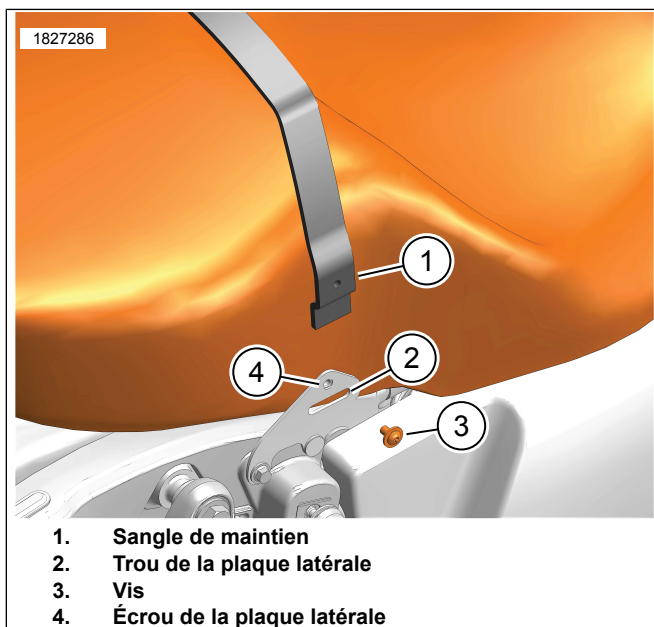

Figure 4. Installation de la sangle de maintien de la selle
2. **Kits 52000638, 52000640** : Voir la figure 4. Installer une **nouvelle** sangle de maintien.
- a. Insérer la sangle de maintien (1) dans le trou de la plaque latérale (2).
- b. Aligner le trou dans la sangle de maintien avec l'écrou de la plaque latérale (4).
- c. Poser la vis (3). Serrer.